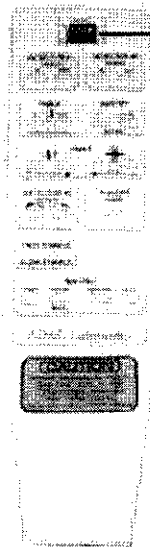

Figura 2-5 Botón de parada de emergencia del controlador de mano
- El controlador de mano (un botón, que se muestra en la Figura 2-5)